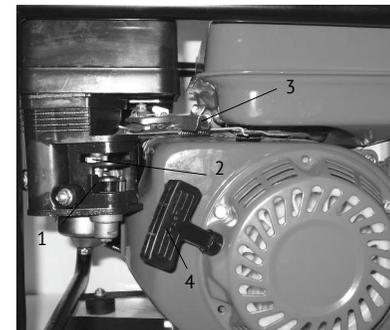

рис. 10
- Откройте топливный кран (рис.10 поз.1) - крайнее правое положение.
- Переведите рычаг управления воздушной заслонкой (рис.10 поз.2) до упора в крайнее левое положение «Закрыто» при пуске холодного двигателя и в промежуточное при пуске прогретого двигателя.
- Установите рычаг регулировки дроссельной заслонкой (рис.10 поз.3) в центральное положение между положением «Минимально» и «Максимально».
- Резко с интенсивным усилием потяните трос стартера (рис.10 поз.4) до упора, повторите действие ещё раз при необходимости. Если двигатель не запускается, следует изменить положение рычага воздушной заслонки (рис.10 поз.2), открывая её тем больше, чем выше температура двигателя и окружающего воздуха.
- После прогрева двигателя в течение 10-40 секунд, в зависимости от начальной температуры, переведите рычаг воздушной заслонки (рис.10 поз.2) в крайнее правое положение «Открыто», и рычаг регулировки дроссельной заслонкой (рис.10 поз.3) в крайнее левое положение «Минимально», если при этом двигатель работает неустойчиво вернуть рычаг воздушной заслонки в прежнее положение и обеспечить завершение прогрева двигателя.
- Установите рычаг регулировки дроссельной заслонкой (рис.10 поз.3) в крайне левое положение «Минимально».
- Закройте топливный кран (рис.10 поз.1) - крайне левое положение.